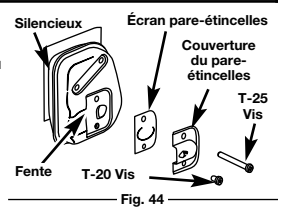

Fig. 44
- Avec un tournevis plat ou une douille Torx T-20 et T-25, dévissez les vis attachant la couverture du pare-étincelles au pot d'échappement. (Fig. 44).